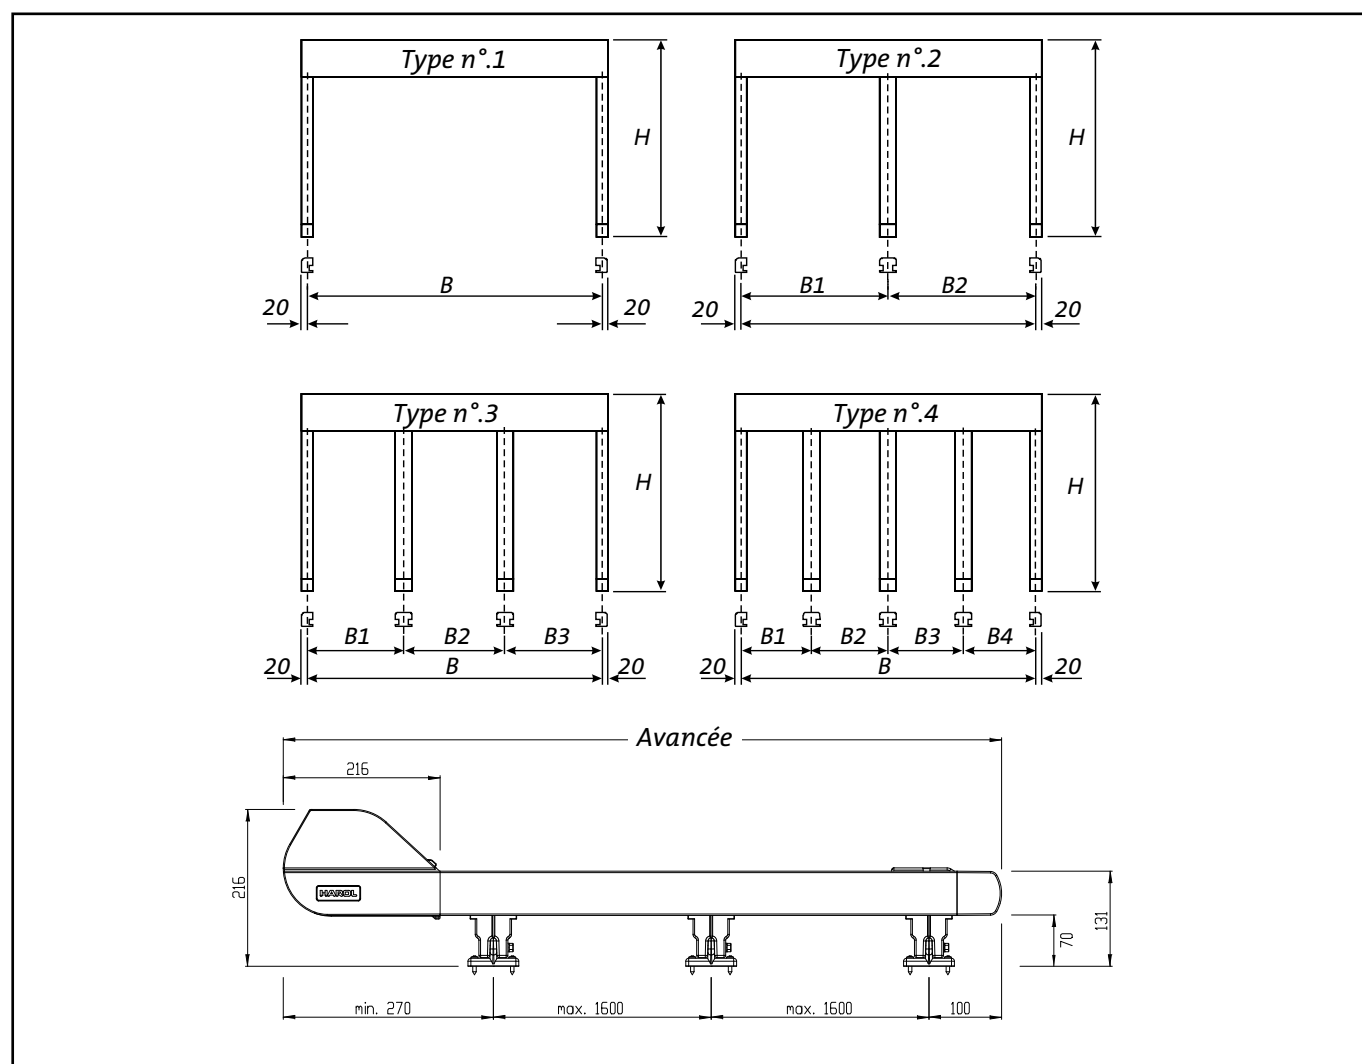

Fig. 14 : Mesurage et montage
- Attention : la largeur du caisson est toujours 40 mm plus large que la largeur de la commande. (voir fig. 14 page 9)